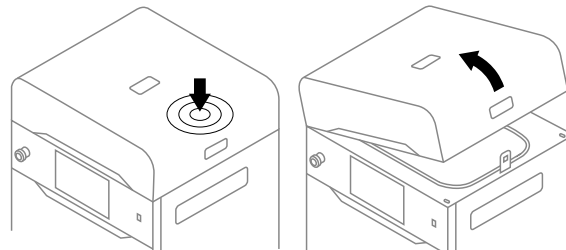

Abb. 8.2 Anheben des Druckerdeckels
4. Drücke den Deckel auf und ziehe ihn am Griff nach oben (Abb. 8.2).